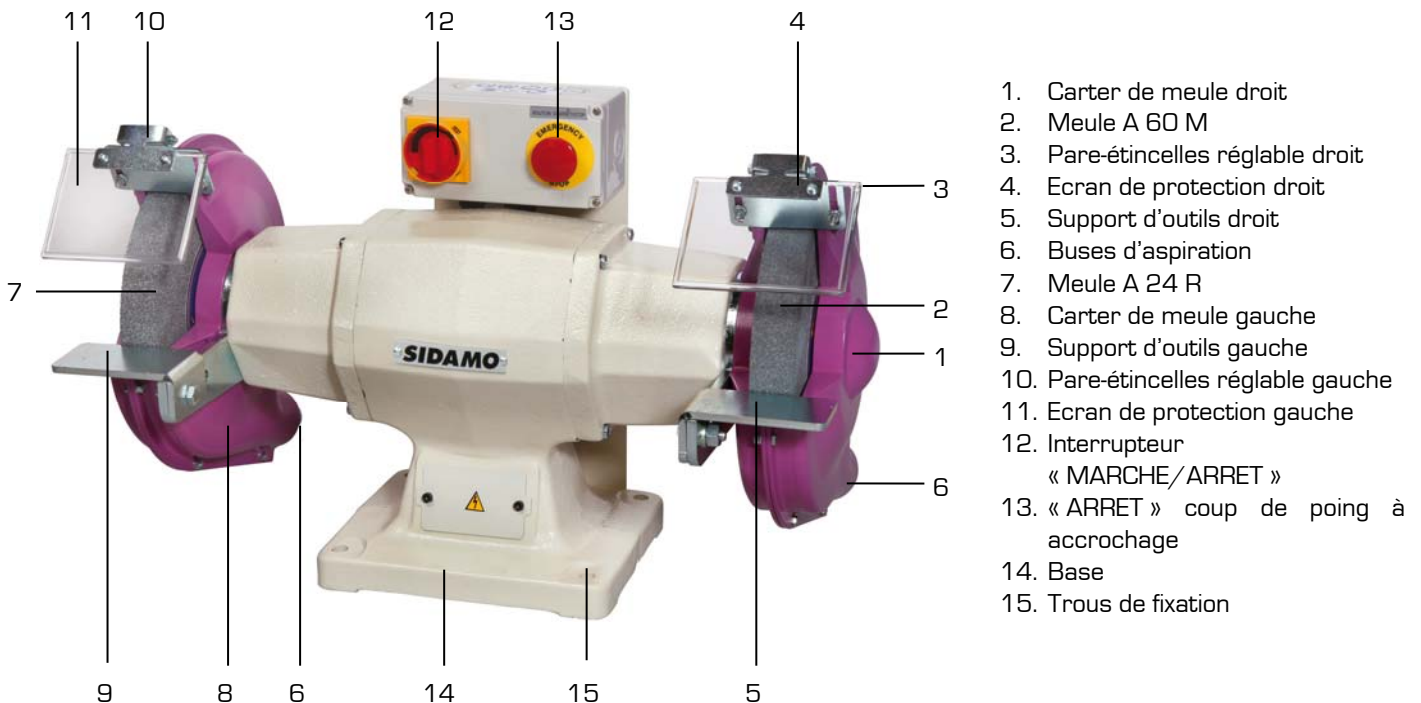

Figure 1
3. Fixer le touret sur le socle ou sur l'établi en introduisant 4 vis (M6) dans les trous (15 fig.1) puis les bloquer fermement au moyen d'écrous appropriés.
1. Fixer les pare-étincelles (3 et 10 fig.1) sur les carters des meules (1 et 8 fig.1) et les régler à **5 mm** au maximum du bord périphérique des meules.
2. Extraire du sachet contenu dans l'emballage les écrans de protection transparents (4 et 11 fig.1) puis les fixer sur les pare-étincelles (3 et 10 fig.1) et les régler de façon à protéger l'opérateur.
3. Fixer les supports d'outils (5 et 9 fig.1) sur les carters des meules (1 et 8 fig.1) et les régler à **2 mm** au maximum du bord périphérique des meules.
2. Démonter le pare-étincelles (3 ou 10 fig.1) et le support d'outils (5 ou 9 fig.1).
6. Approcher progressivement la pièce à meuler au contact de la meule, en vous appuyant sur le support d'outils (5 ou 9 fig.1).